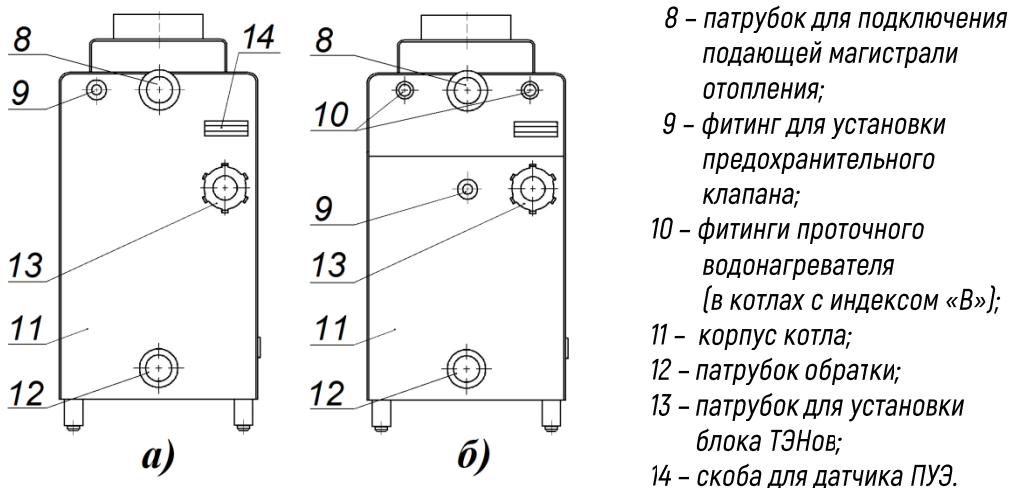

Рисунок 2. Вид котла сзади:
5.7. На задней панели котла (рис.2) расположены резьбовые патрубки для подключения котла к системе отопления: поз. 8 – для подключения подающей магистрали и поз. 12 – для подключения обратного трубопровода системы отопления.
5.10. Контроль работы ТЭНБ осуществляется с помощью пульта управления электронагревателями (ПУЭ). Скоба под температурный датчик ПУЭ (поз. 14, рис.2) находится на задней стенке котла.
5.11. ПУЭ и ТЭНБ не входят в базовую комплектацию котла и приобретаются отдельно (см. стр.12). В отсутствие ТЭНБ соответствующий патрубков (поз.13, рис.2) должен быть загерметизирован заглушкой G 1¼”.